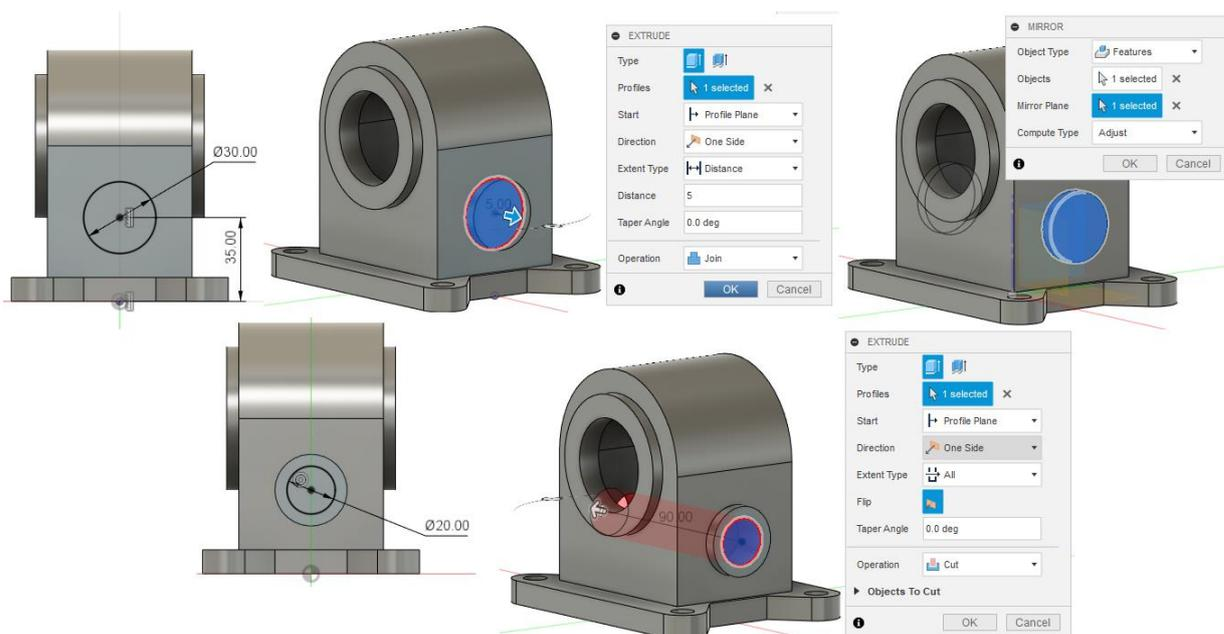

Рис.8.6. Створення бокових бобишек
5. Аналогічно 4-му пункту зробимо круглу бобишку на правій стороні деталі, та відзеркалено її на ліву сторону деталі. В середині бобишки створимо ескіз кола D20 та проріжемо наскрізь для отримання бічних отворів (рис. 8.6).